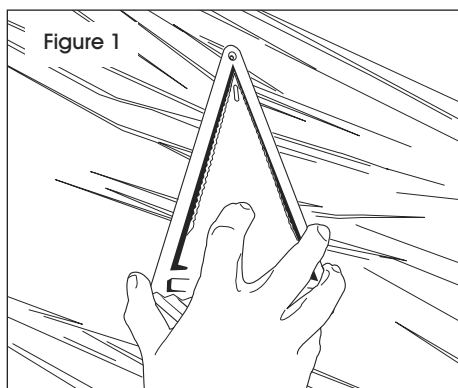

Figure 1
1. Vent should be mounted on a vertical, 90° angle to keep rain/snow from entering. For best results, mount the vent as high as possible. (See Figure 1)
1. L'évent doit être installé à la verticale, à un angle de 90° afin d'empêcher la pluie et la neige de pénétrer. Pour un fonctionnement optimal, installez l'évent le plus haut possible. (Voir Figure 1)